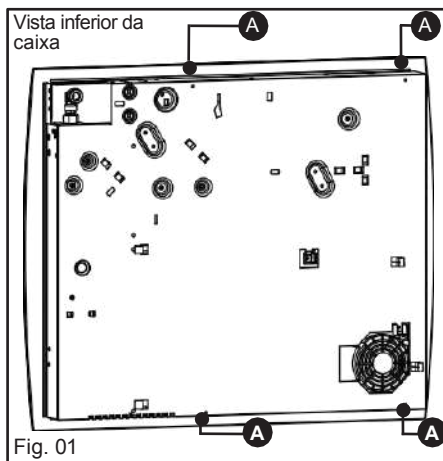

Fig. 01
É indispensável utilizar os orifícios previstos para o efeito, tal como indicado no desenho acima (Fig. 01).
– Por cima de um forno (Fig. 01)